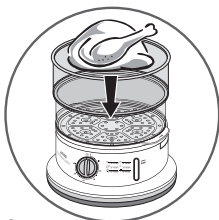

fig. 5
- Mettez les aliments dedans - Fig. 5.